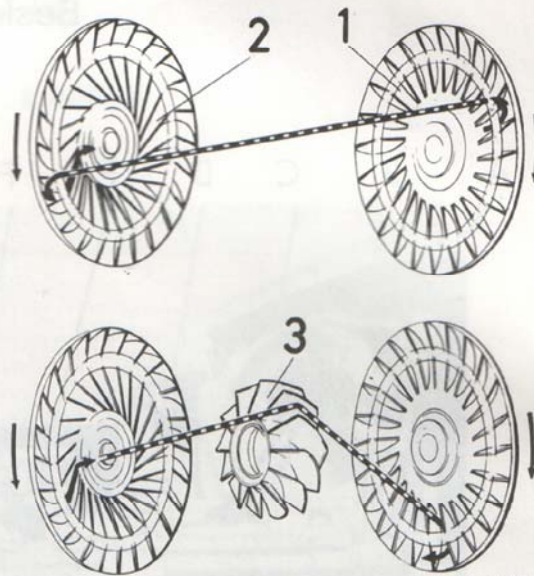

Bild 3. Konverterfunktion
Pumpen roterar med motorn och omvandlar motoreffekten till hydrokinetisk energi. Vätskan strömmar från pumpskovlarna (1) till turbinskovlarna (2) och återvänder genom statorbladen (3) se bild 3. De olika skovlarna är så utformade att när det finns en varvtalskillnad mellan pump och turbin så ändras vinkeln på vätskeströmmen från turbinen av statorbladen så, att vätskeströmmen hjälper till att driva pumpen. Härigenom uppstår en momentökning, som varierar från 2:1 när turbinen är stillastående (dvs när vagnen står stilla) till 1:1 när turbinens varvtal når upp till 90% av pumpens. När turbinens varvtal uppnått detta värde är vätskeströmmens vinkel från turbinen sådan, att statorn drivs i samma riktning som turbin och pump. Därvid tjänstgör konvertern som en koppling (hydrauliskt svänghjul) och någon momentutväxling erhålls inte.